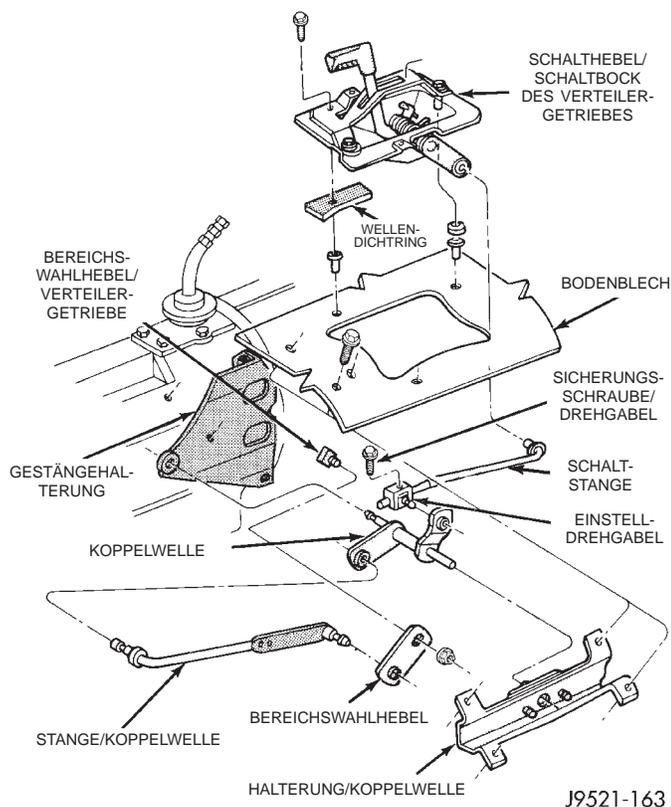

Abb. 87 Schaltgestänge
- (1) Verteilergetriebe auf 4L schalten.
- (2) Fahrzeug anheben.
- (3) Sicherungsschraube an der Einstell-Drehgabel lockern (Abb. 87).
- (4) Prüfen, ob die Schaltstange ungehindert in der Drehgabel verschiebbar ist. Falls notwendig, die Stange reinigen und mit Sprühöl schmieren.
- (5) Prüfen, ob der Bereichswahlhebel des Verteilergetriebes vollständig in Stellung 4L einrastet.
- (6) Sicherungsschraube an der Einstell-Drehgabel anziehen.
- (7) Fahrzeug absenken.